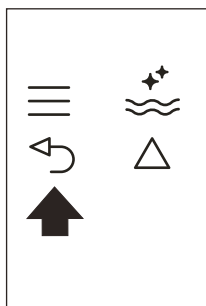

Fig. 25
- ▶ Apăsați de două ori pe pictograma ↵ (B6) (Fig. 25) pentru a ieși din meniu.